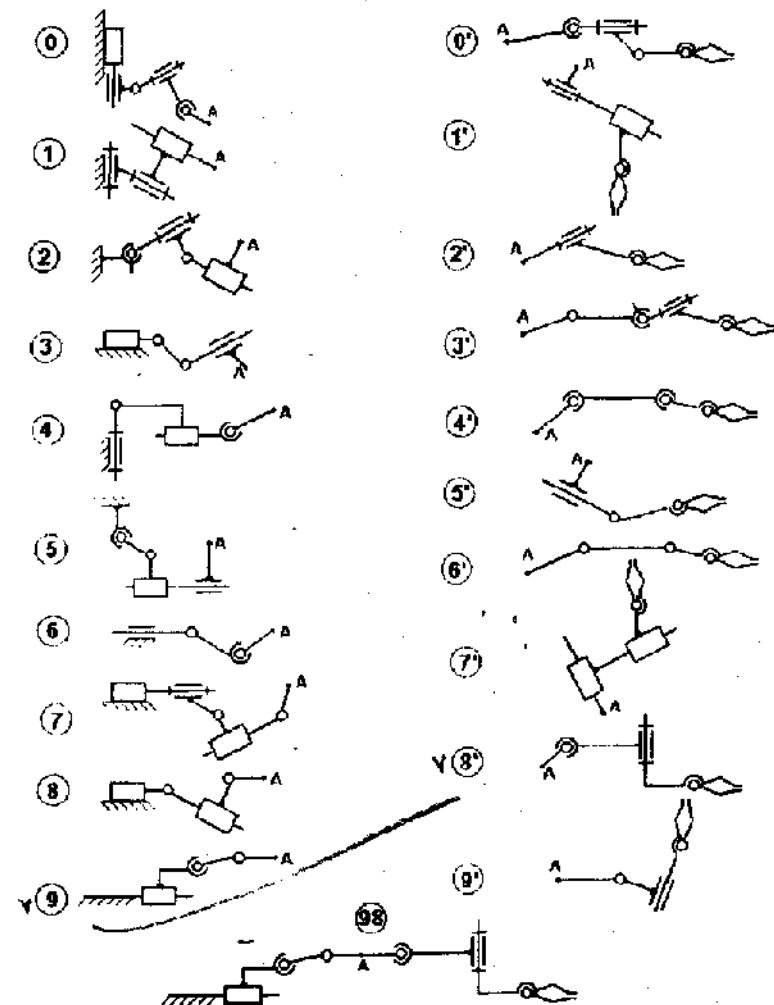

Рис. 1
Задача 1. Склади з двох кінематичних ланцюгів механізм універсального промислового робота. Один з кінематичних ланцюгів узяти з рис. 1 (0–9) відповідно до передостанньої цифри номера студентського квитка, а другий – з рис. 1 (0'–9') зідповідно до останньої цифри номіна, і жорстко з'єднати їх у точці А. Для прикладу утворення заданого механізму на рис. 1 (98) показано схему механізму промислового робота для номера, що закінчується цифрами 98. Для утвореної кінематичної схеми механізму визначити її ступінь вільності та маневреність.